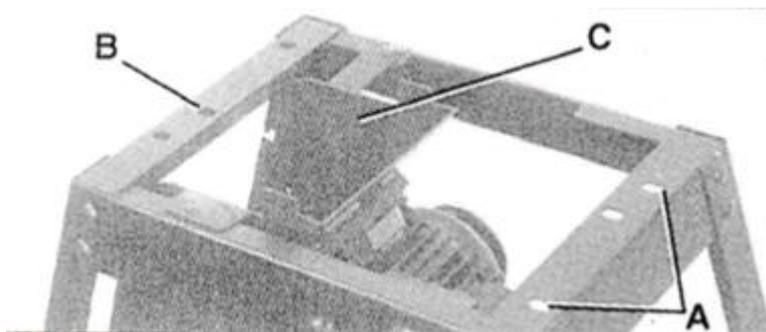

Рис. 7
1. Загрузочная сторона станка крепится к двум отверстиям (А) – Рис. 7, а приемная сторона станка крепится к отверстию (В) на двух верхних распорках. ПРИМЕЧАНИЕ: лоток для сбора пыли (С) находится на приемной стороне станка. Выровняйте три резьбовых отверстия в нижней части станка с тремя отверстиями (А) и (В) на распорках стойки.